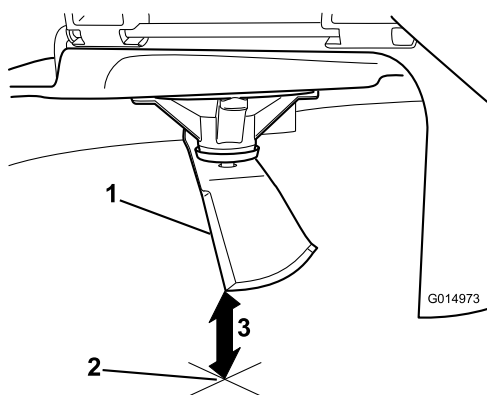

Figura 44
3. Mida desde la punta de la cuchilla hasta la superficie plana (Figura 44).